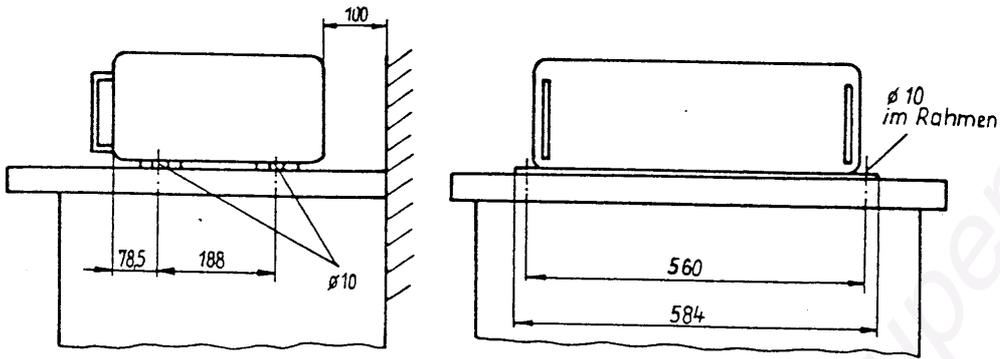

Bild 1
Bei mobilem Einsatz (Betrieb auf Schiffen oder in Kraftfahrzeugen) ist eine Schraubbefestigung des Empfngers erforderlich. Anstelle der Plaste-Gleitfe (30) ist die Halterung fr den Einbau in Fahrzeugen zu montieren (Schiene 1340.038-01050). Um im montierten Zustand den Zugang zu den Anschlubuchsen und Anschlusteckern an der Empfnger-rckseite zu gewhrleisten, ist zwischen Empfnger und Wand ein Mindestabstand vom 100 mm einzuhalten (siehe Bild 1).